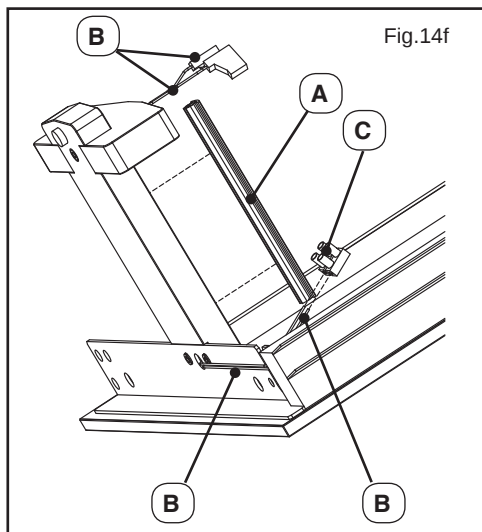

Fig.14f
- Das Kabel B eng am Haltewinkel entlang und dann zurück in das Vitrinendach führen (Abb. 14f). Das Abdeckprofil vom Vitrinendach entfernen und das Kabel einlegen.